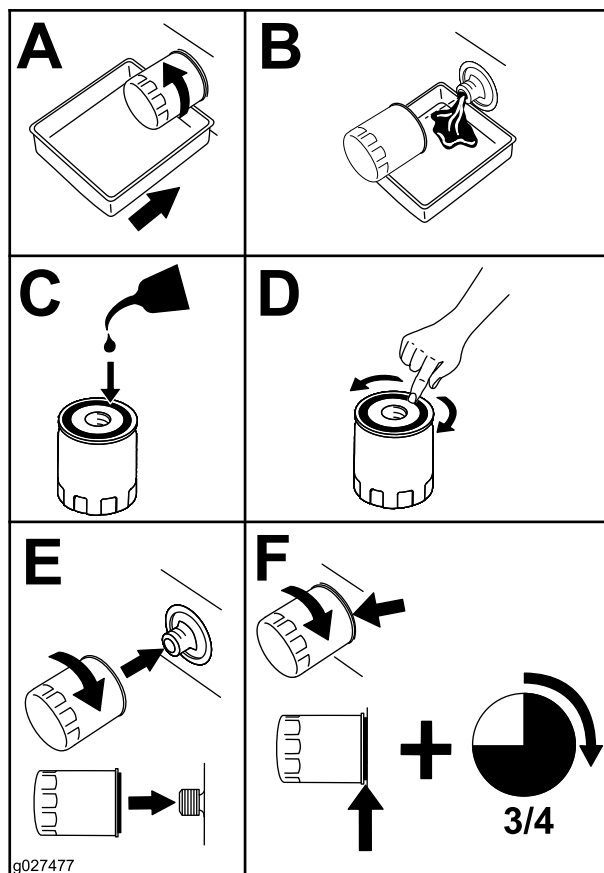

Figure 46
4. Remplacez le filtre à huile moteur (Figure 46).